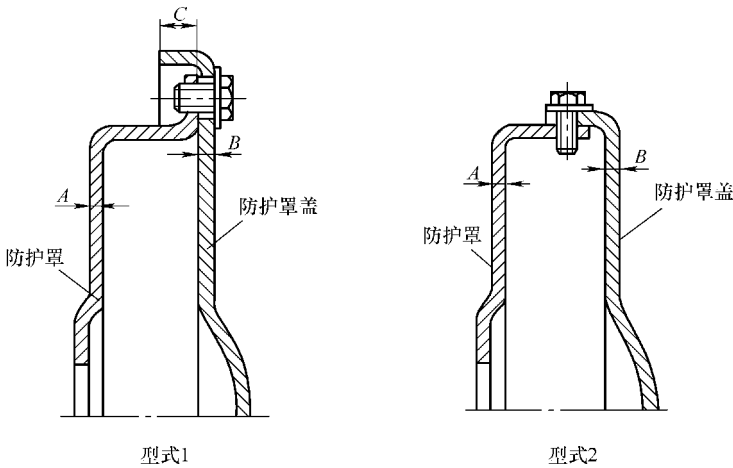

图 8-2 砂轮防护罩采用的型式
2) 砂轮防护罩采用的型式如图 8-2 所示。砂轮防护罩的材料需要选用抗拉强度为 375 ~ 460N/mm² 的 Q235 钢或强度相当的压延钢板制造，其厚度不应低于表 8-5 的规定。